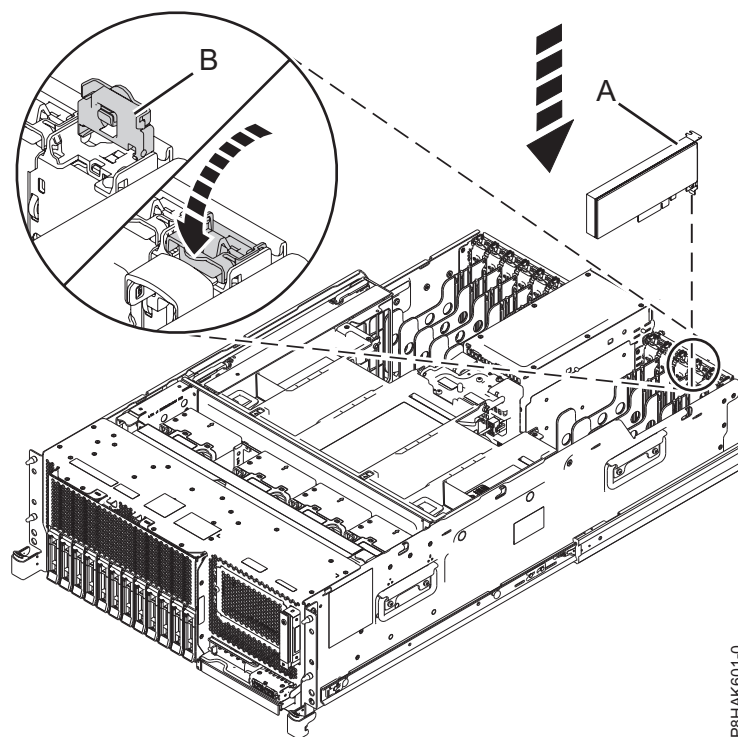
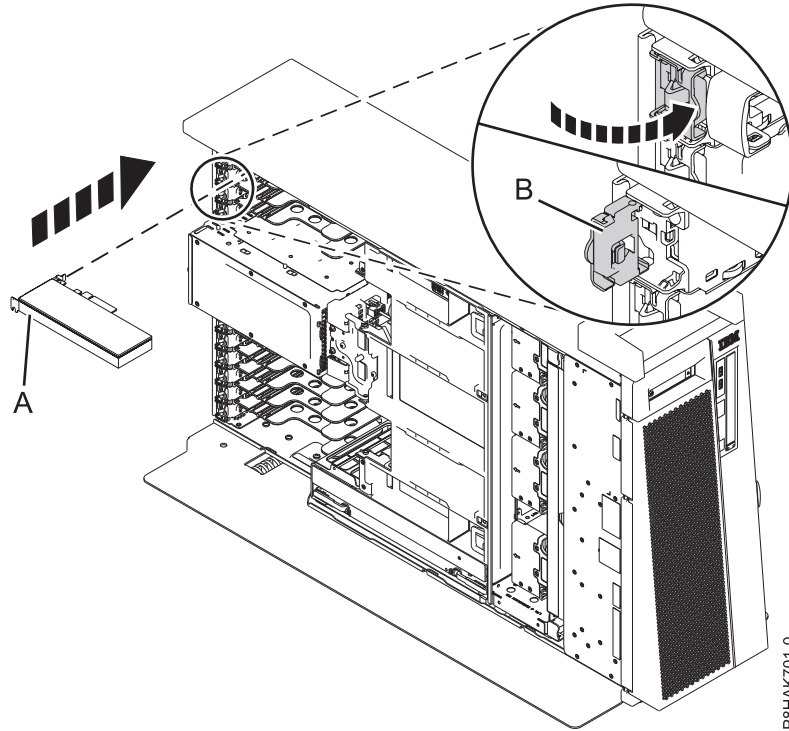

Figura 64. Instalación o sustitución de un adaptador PCIe en un sistema montado en bastidor.
Figura 65. Instalación o sustitución de un adaptador PCIe en un sistema 8286-41A autónomo
5. Si el pestillo del adaptador (**B**) en la ranura de destino no está todavía en la posición de abierto, tire del pestillo hasta la posición de abierto, girándolo hacia fuera desde su punto de fijación, situado en la parte posterior del sistema, como se muestra en la Figura 64 en la página 73 y Figura 65 en la página 74.
6. Sujete con cuidado el adaptador por el borde superior o la contrapunta, y alinéelo con la ranura y con el conector de la placa del sistema (A), como se muestra en la Figura 64 y Figura 65 en la página 74.
8. Para bloquear el adaptador en la ranura, gire el pestillo del adaptador (B) en la dirección que se muestra en la Figura 64 y Figura 65 en la página 74.